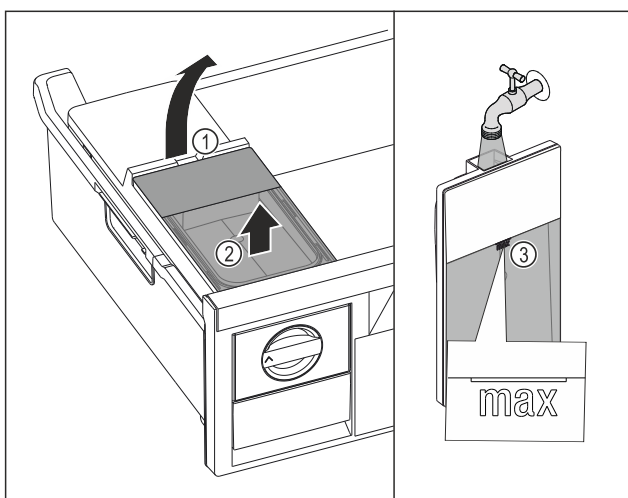

Fig. 129
- Zbiornik wody unieść za wycięcia Fig. 129 (1).
- Wyjąć zbiornik wody do góry. Fig. 129 (2)
- Zbiornik wody napełnić wodą pitną aż do oznaczenia Fig. 129 (3).